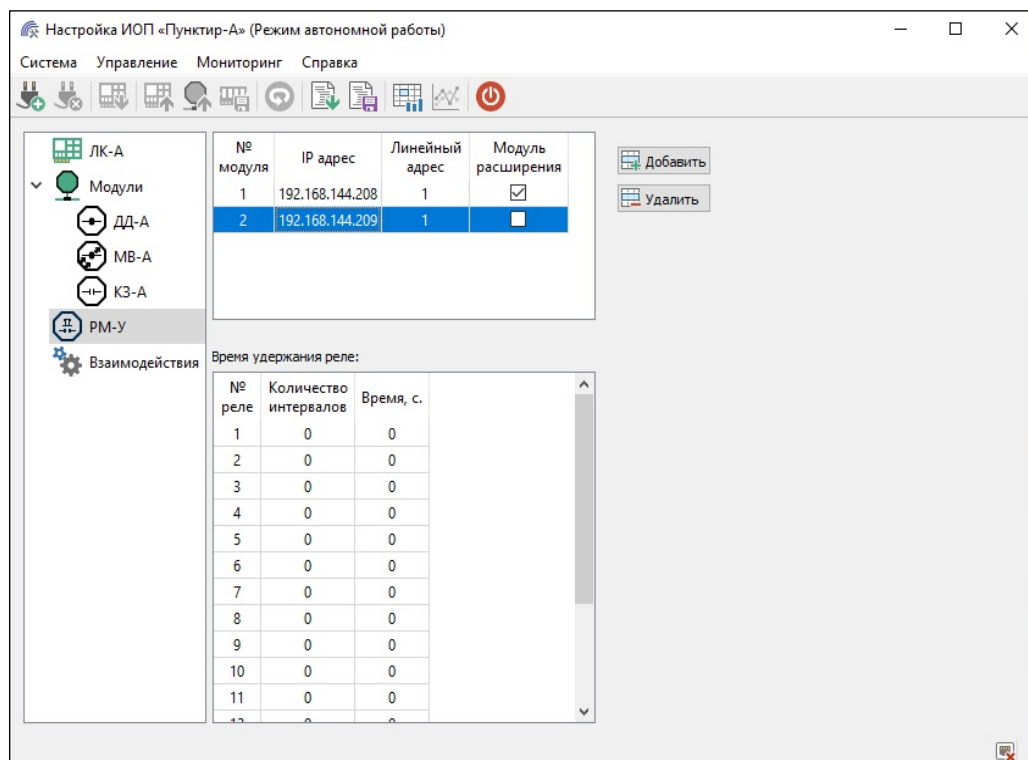

Рисунок 16. Окно ПН "Пунктир-А" раздел «РМ-У»
Добавление РМ осуществляется в окне ПН "Пунктир-А" в разделе «РМ-У» (рисунок 16).
- **Вкл. на время** – исполнительное реле автоматически отключается по истечении времени указанному в разделе РМ-У – «время удержания реле» (рисунок 16, п. 5.10.11);